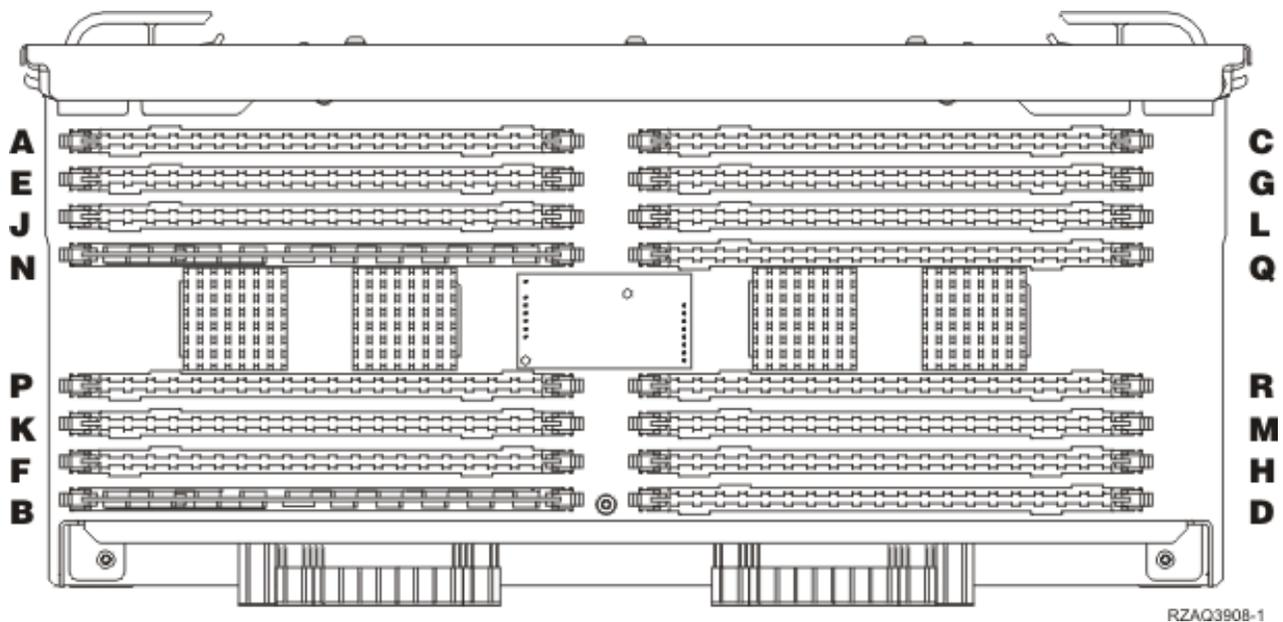

Figura 23. Localizações da Memória no Conjunto de Placas
- A **Figura 23 na página 29** mostra as localizações da placa de memória no conjunto de placas de memória principal.